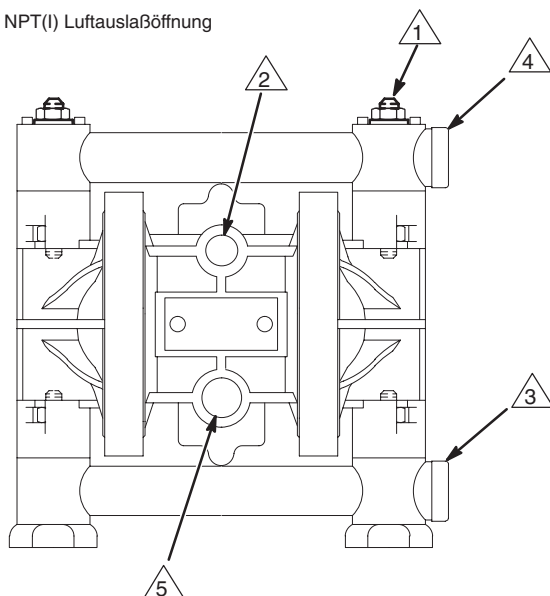
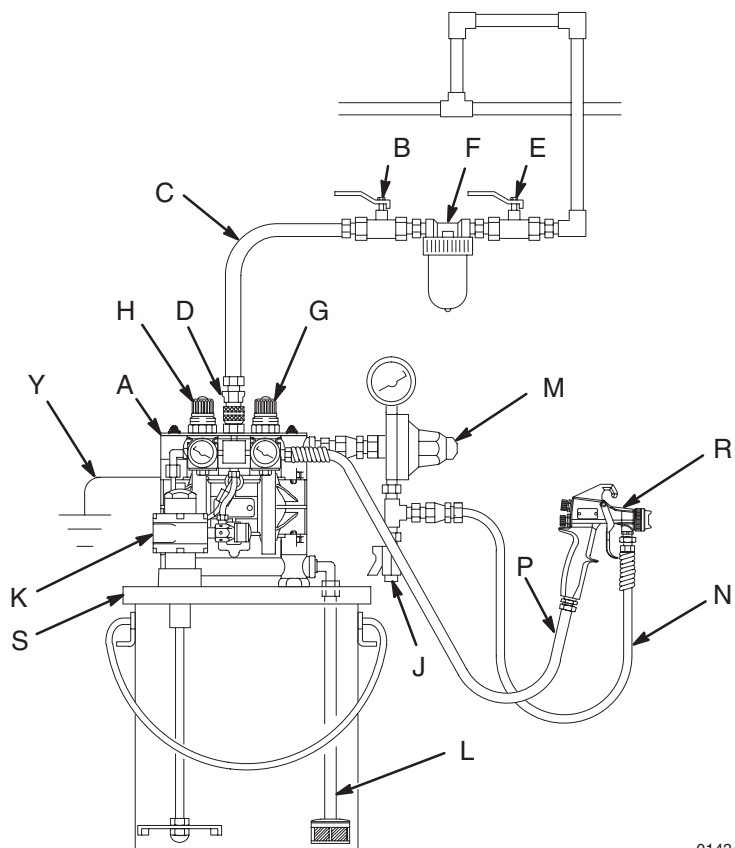

Abb. 2
Abb. 5
- Der Materialdruck kann auf zwei verschiedene Arten geregelt werden. Um ihn an der Luftseite zu regeln, ist ein Druckluftregler zu installieren (H). Um ihn an der Materialseite zu regeln, ist ein Materialregler (M) neben dem Auslaß der Pumpe zu installieren (siehe Abb. 5).
- Einen Lufthahn mit Entlastungsbohrung (B) in Pumpennähe einbauen und zum Ablassen eingeschlossener Luft verwenden. Siehe **WARNUNG** oben. Das andere Hauptluftventil (E) vor allen Zubehörteilen der Luftleitung einbauen und zum Isolieren der Zubehörteile während Reinigungs- und Reparaturarbeiten verwenden.
- Der Luftfilter (F) entfernt schädlichen Schmutz und Feuchtigkeit aus der Versorgungsdruckluft.
- Einen elektrisch leitenden, biegsamen Luftschlauch (C) zwischen die Zubehörteile und den 1/4" NPT(I) Luft-einlaß an der Pumpe installieren (siehe Abb. 2). Einen Luftschlauch mit einem Innendurchmesser von mindestens 6,3 mm (1/4") verwenden. Eine Luft-schnellkupplung (D) an das Ende des Luftschlauches (C) schrauben und das passende Anschlußstück in die Lufteinlaßöffnung an der Pumpe einschrauben. Die Kupplung (D) noch nicht mit dem Anschlußstück verbinden.
- Die Größe des Materialeinlasses an der Pumpe beträgt 3/8" NPT(i). Siehe Abb. 2. Den Materialanschluß satt in den Lufteinlaß schrauben. Ein verträgliches, flüssiges Gewindedichtmittel oder ein PTFE-Band auf die Anschlüsse auftragen, um zu verhindern, daß Luft in die Materialleitung gelangen kann.
- Elektrisch leitende Druckschläuche (N) verwenden. Die Druckseite der Pumpe hat einen 3/8" NPT(I) Anschluß. Siehe Abb. 2. Das Material-Anschlußstück in den Pumpenauslaß schrauben. Nicht zu fest andrehen.
- Einen Materialregler (M) beim Materialauslaß der Pumpe einbauen, um den Materialdruck zu regeln, falls dies gewünscht wird (siehe Abb. 5). Für eine weitere Methode zur Druckregulierung siehe Abschnitt **Luftleitung**, Schritt 1a.
- In der Nähe der Material-Auslaßöffnung ein Materialablaßventil (J) einbauen. Siehe **WARNUNG** oben.
Bei Auslieferung der Pumpe zeigen die Materialeinlaß- und auslaßöffnungen in die selbe Richtung. Siehe Abb. 2. Bei Bedarf kann die Richtung einer oder beider Öffnungen geändert werden. Den/die Verteiler von der Pumpe entfernen; siehe dazu Schritte 1, 2 und 4 auf Seite 21. Die Öffnungen in die gewünschte Richtung drehen und wieder befestigen. **Nicht zu fest andrehen.**